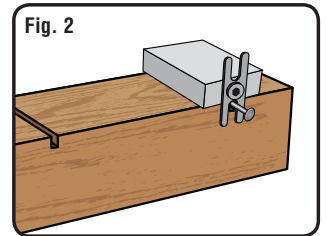
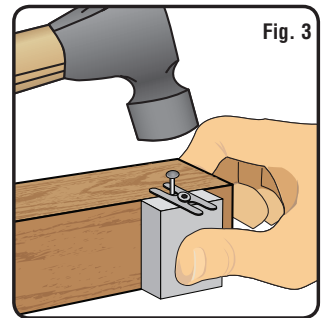

Fig. 2
Fig. 3
2. Hold Guide tightly in place and insert axle tip into axle slot (**Fig. 2**). Use a hammer to tap axle approx. 3/8" into axle slot (**Fig. 3**). Axle must be square to block. Remove axle carefully with pliers. Repeat for all slots.
2. Maintenir guide solidement en place et insérer pointe d'essieu à fente de l'essieu (**Fig. 2**). Utiliser un marteau pour essieu environ 9,52 mm dans l'essieu fente (**Fig. 3**). L'essieu doit être carrée à bloc. Déposer avec précaution l'essieu à l'aide d'une pince. Répétez l'opération pour tous les emplacements.